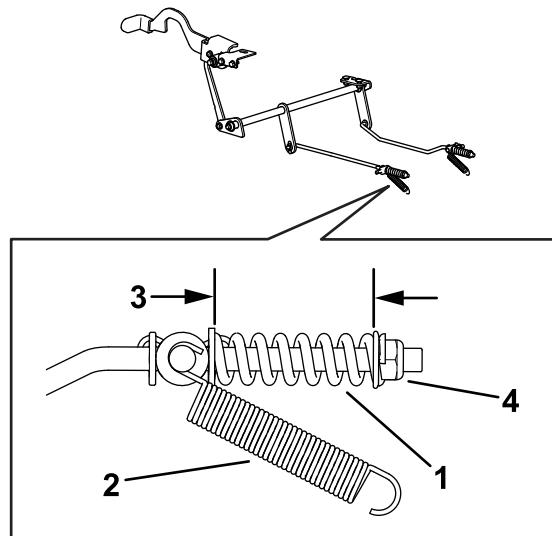

Figure 74
8. Compruebe la longitud de ambos muelles como se muestra en la Figure 74. Si es necesario ajustarlos, gire la tuerca de retención del muelle en sentido horario para acortar el muelle y en sentido antihorario para alargarlo. Repita el paso 6.